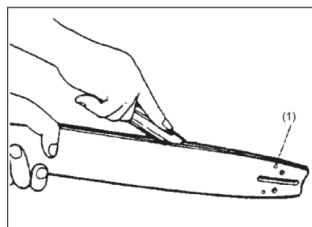

Рис. 16.3
3. Направляющая шина (рис. 16.3–16.4).